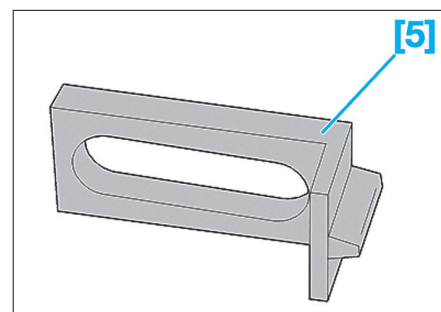

Fig. 6
- [5] Bloc volant moteur (réf : 0188.F) (Fig.6).